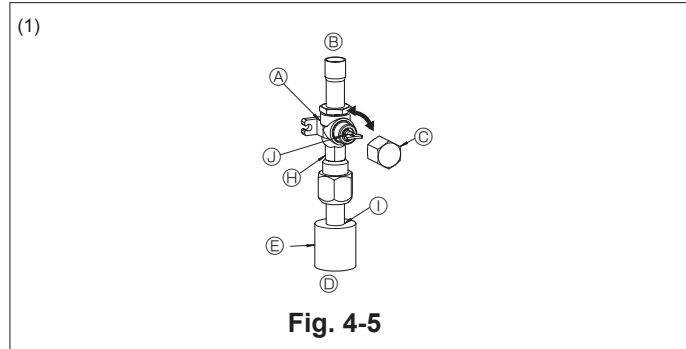
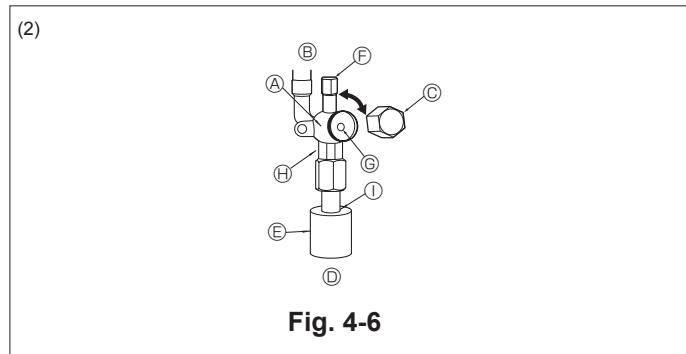

Fig. 4-5
Fig. 4-6
(1) Côté gaz (Fig. 4-5)
- ① Enlever le capuchon, ramener la poignée vers soi et la tourner d'un quart de tour en sens inverse des aiguilles d'une montre pour ouvrir la vanne.
- ② Vérifier que la vanne d'arrêt est complètement ouverte, appuyer sur la poignée et tourner le capuchon pour le ramener sur sa position d'origine.
(2) Côté liquide (Fig. 4-6)
- ① Retirez le bouchon, et tournez la tige de soupape à fond dans le sens antihoraire avec une clé hexagonale de 4 mm. Arrêtez de tourner quand elle frappe la retenue. (ø6,35, 1/4 inch: env. 4,5 tours) (ø9,52, 3/8 inch: env. 10 tours)